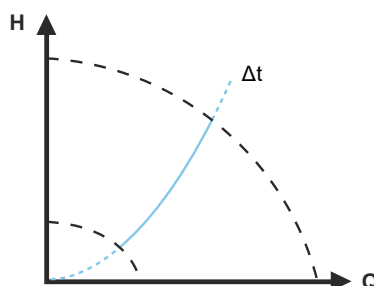

Рис. 33 Перепад температур
- Забезпечує постійний перепад температур між насосом і зовнішнім датчиком, див. рис. 33 та 34.